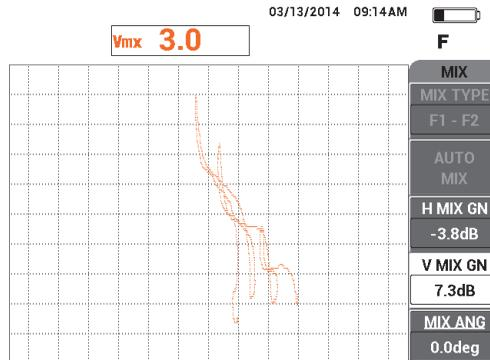

Figura 5-111 Ajuste del valor de ganancia combinada vertical (V MIX GN)
21. Incremente la ganancia de combinación vertical (V MIX GN) [tecla de función D] hasta que la amplitud máxima de señal alcance el 80 % de la altura de la pantalla. Vea la Figura 5-111 en la página 224.